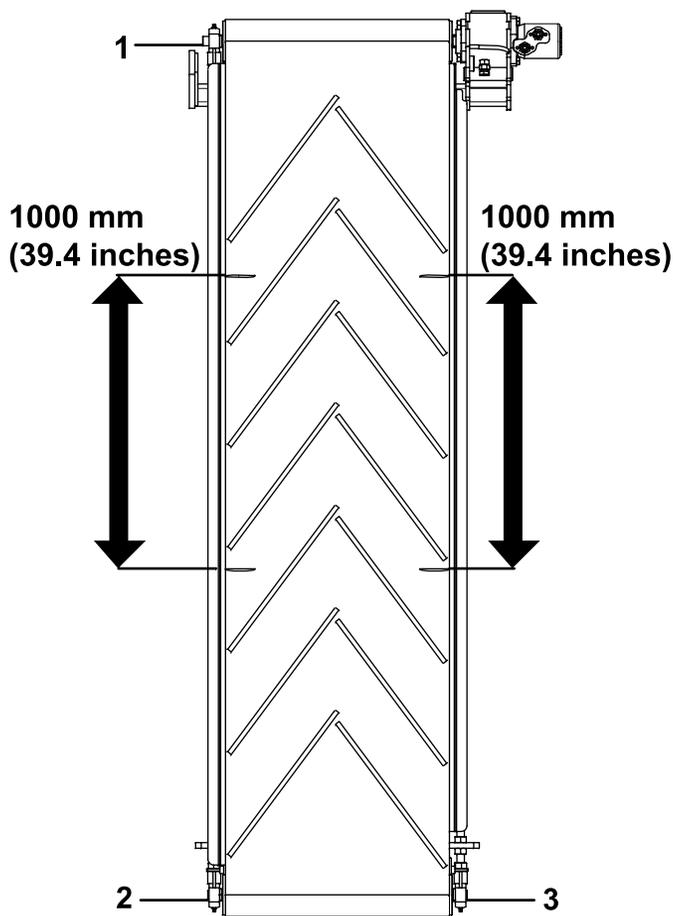

Figure 32
3. Tracez deux repères espacés de 1000 mm (39-13/32 po) de chaque côté de la bande; voir Figure 32.